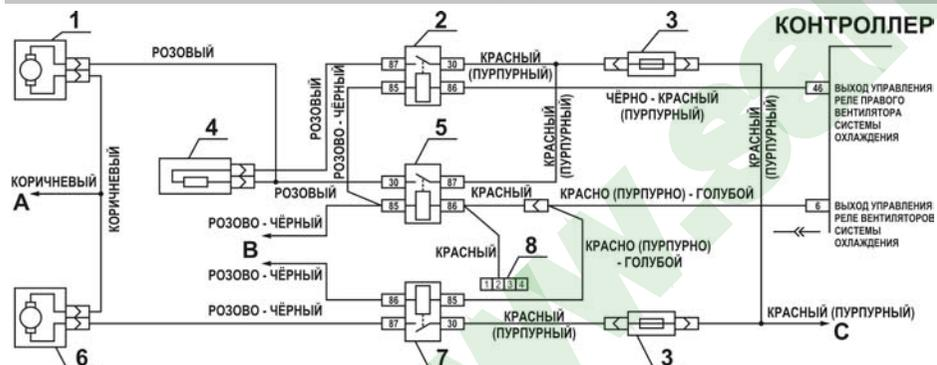

Рис. 4 Электрическая цепь управления вентиляторов системы охлаждения
- Выполните для **красного** провода из жгута БК "подключение в разрыв" **двойного красного (пурпурного) с голубой (синей) полосой** провода реле включения вентилятора. Это реле – самое левое из верхних четырёх реле, расположенных в ряд (см. **Рис.4**, **Рис.5** и **Рис.6**).